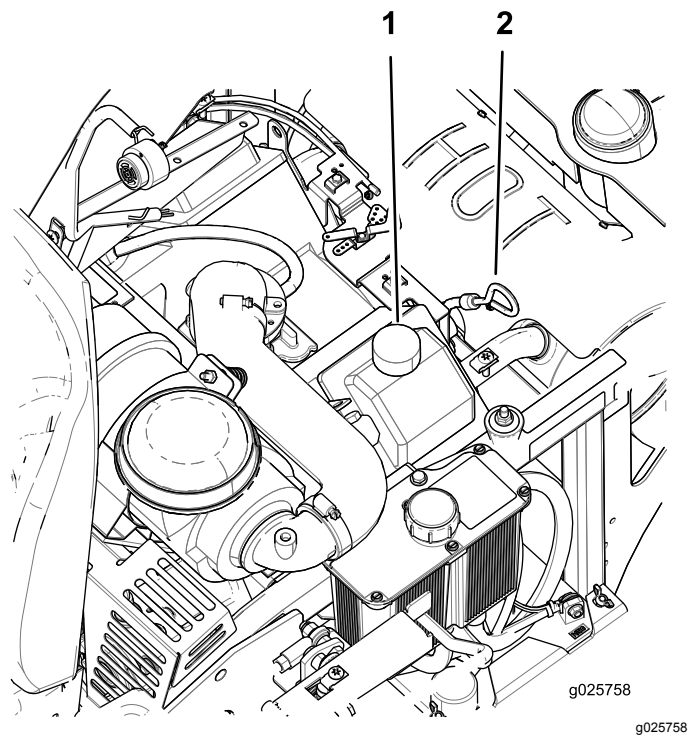

Figura 38
5. Limpie la zona alrededor de la varilla (Figura 38).
9. Si el nivel de aceite es bajo, limpie el área alrededor del tapón de llenado de aceite, retire el tapón y llene hasta la marca de Lleno de la varilla (Figura 38).
4. Vierta lentamente alrededor de un 80% del aceite especificado por el tubo de llenado y luego añada lentamente el resto del aceite hasta que llegue a la marca **lleno** (Figura 38).
5. Arranque el motor y conduzca hasta una zona llana. Compruebe el nivel de aceite otra vez (Figura 38).